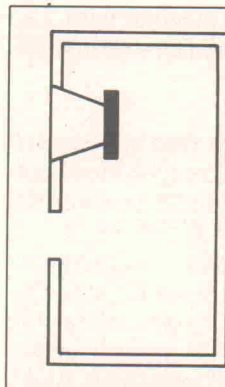

Bild 12. Wandloch als Reflaxtunnel.
1. ein einfaches Loch in der Wand (Bild 12)